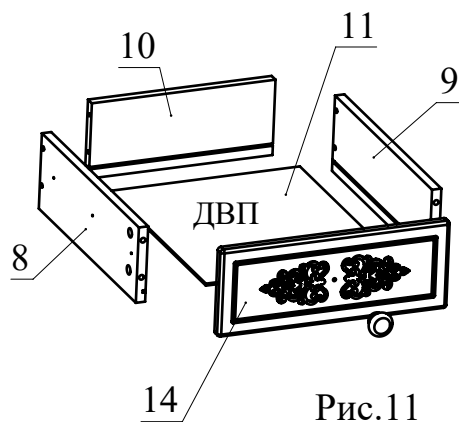

Рис.11
12. Установите фасад ящика 14 и зафиксируйте, повернув конфирматным ключом головку минификсов по часовой стрелке до упора (Рис. 11).